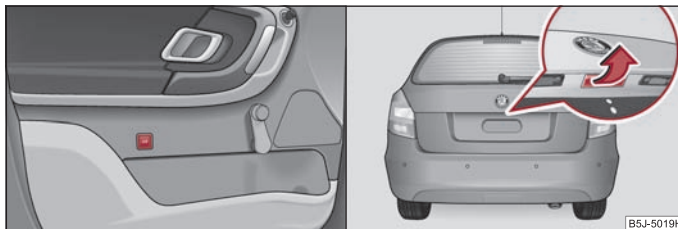

Fig. 29 Déverrouiller le capot du coffre à bagages / la poignée du capot
- **Sur les véhicules sans verrouillage centralisé**, vous pouvez déverrouiller le capot du coffre en appuyant sur la touche dans la portière conducteur ⇒ fig. 29.